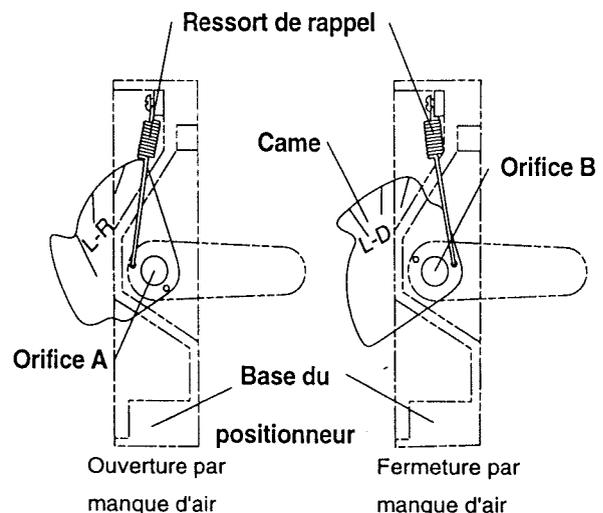

Figure 5 : Ressort de rappel / Montage de la came
4. Conformément à la Figure 5, installer la came, l'axe de la came et le bras suiveur pour que l'action de l'air s'effectue correctement. Pour la fermeture par manque d'air, il convient d'installer la came de façon à ce que les lettres L-R soient tournées vers l'axe de la came et que le ressort de contre réaction rentre dans l'orifice "A". Pour la fermeture par manque d'air, le côté L-D de la came doit être face à l'axe de la came et le ressort de rappel dans l'orifice "B".